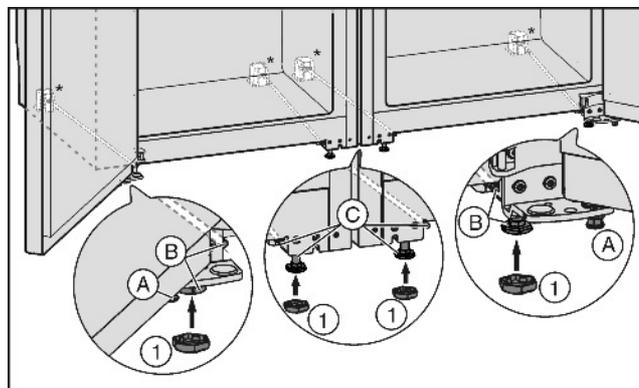

Fig. 4
- u S'il y a lieu, visser complètement les pieds de réglage Fig. 4 (A) devant aux deux appareils, de sorte qu'il n'y a pas de contact avec le sol.
- u Placer les caches Fig. 4 (1) sur les quatre pieds de réglage avants.
- u Visser les pieds de réglage du milieu Fig. 4 (C) de sorte qu'il n'y ait aucun contact avec le sol.
- u Aligner la combinaison au moyen des pieds de réglage extérieurs Fig. 4 (B).
- u Abaisser de nouveau les pieds de réglage du milieu Fig. 4 (C) jusqu'à ce qu'elles touchent le sol.
- u Ensuite, étançonner la porte : Abaisser les pieds de réglage Fig. 4 (A) au support d'appui jusqu'à ce qu'ils soient en contact avec le sol; ensuite les tourner de 90°.